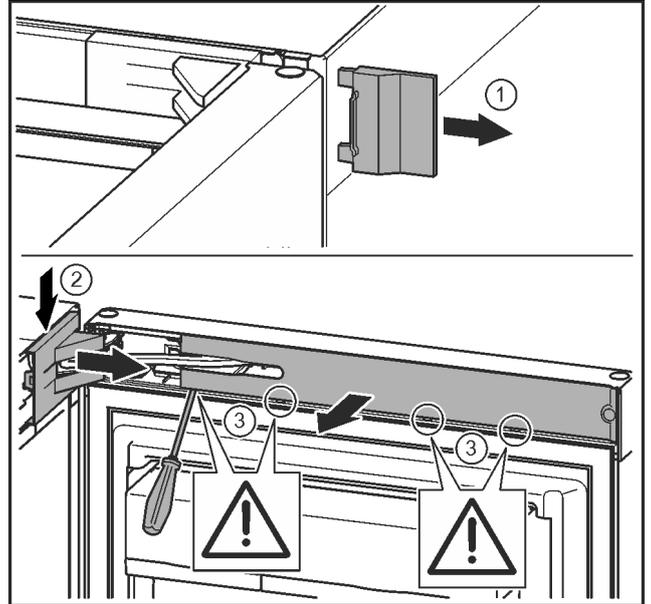

Fig. 9
- ▶ Retire la cubierta exterior. Fig. 9 (1)
- ▶ Desencaje y suelte la cubierta del soporte de cojinete. Retire la cubierta del soporte de cojinete. Fig. 9 (2)
- ▶ Desencaje el panel con el destornillador para tornillos de cabeza ranurada y gírelo lateralmente. Fig. 9 (3)